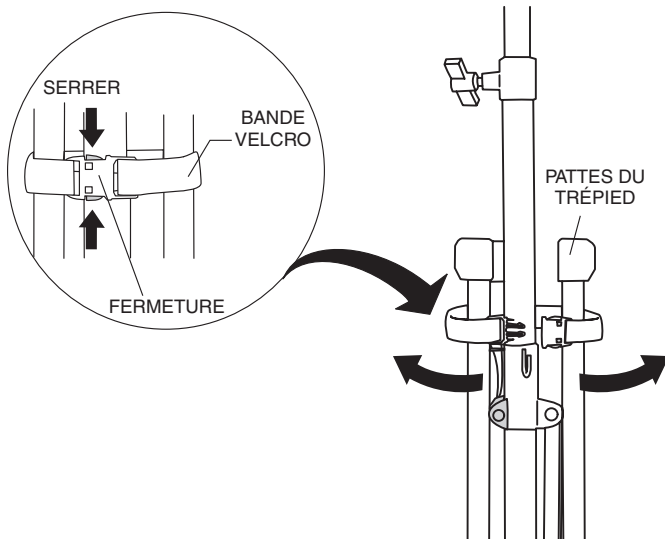
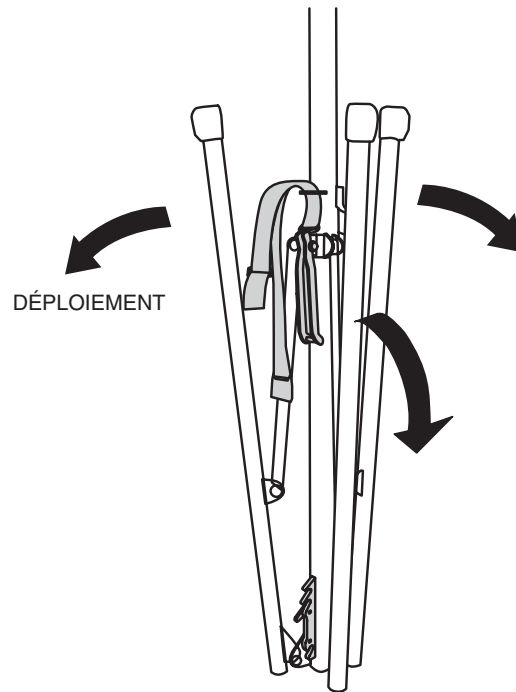

Figure 8. Bande velcro (ouvert)
Figure 9. Déploiement du trépied
2. Retirer le trépied de son étui de transport. Les pattes du trépied sont fixées à l'aide d'une bande velcro noire (Figure 8). Presser les deux bandes de chaque côté de la boucle pour débloquer et permettre aux pattes du trépied (Figure 9) de se déployer.